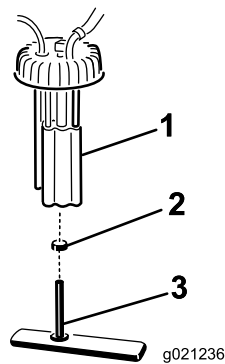

Figura 55
2. Estraete il connettore di cablaggio fili dalla pompa del carburante (Figura 55)
3. Rimuovete il gruppo pompa del carburante e il filtro del carburante dal serbatoio (Figura 55).
4. Rimuovete la fascetta che fissa il filtro del carburante ai raccordi della pompa del carburante. Rimuovete il tubo dai raccordi (Figura 55).